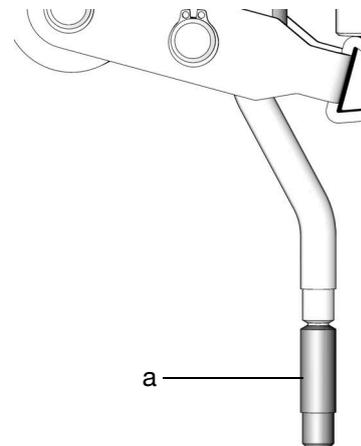

图 2
- a. 检查吸料管的长度。如果吸料管太长导致无法装入储罐，使用钳子折断吸料管的下部 (a) (图 2)。